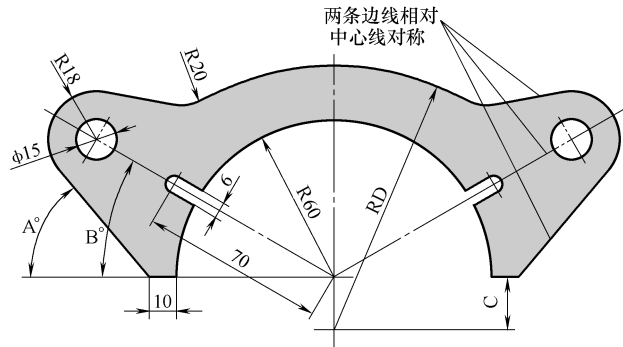

图 A-8 练习题 8
8. 参照图 A-8 绘制图形，注意图中圆弧的对称、相切、同心等几何关系。请问图形中深色区域的面积是多少？